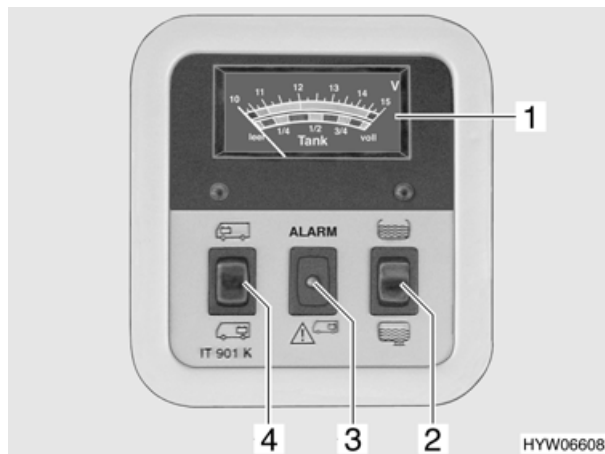

Fig. 57 Tensione batterie/quantità acqua potabile e acque grigie
Per l'indicatore volt/serbatoio (Fig. 57,1) leggere la scala superiore. Premendo l'interruttore nella posizione desiderata, lo strumento si illumina automaticamente.
- Premere l'interruttore a bilico (Fig. 57,4) in alto : viene indicata la tensione della batteria di avviamento.
- Premere l'interruttore a bilico (Fig. 57,4) in basso : si legge la tensione delle batterie dell'abitacolo.
La luce spia rossa di ALLARME (Fig. 57,3) inizia a lampeggiare non appena la tensione delle batterie dell'abitacolo scende al di sotto di 11 V (misurazione durante il normale esercizio) con conseguente rischio che la batteria si scarichi troppo.
Per l'indicatore volt/serbatoio (Fig. 57,1) leggere la scala inferiore. Premendo l'interruttore nella posizione desiderata, lo strumento si illumina automaticamente.
- Premere l'interruttore a bilico (Fig. 57,2) in alto : viene indicato il livello del serbatoio dell'acqua potabile.
- Premere l'interruttore a bilico (Fig. 57,2) in basso : viene indicato il livello del serbatoio delle acque grigie.